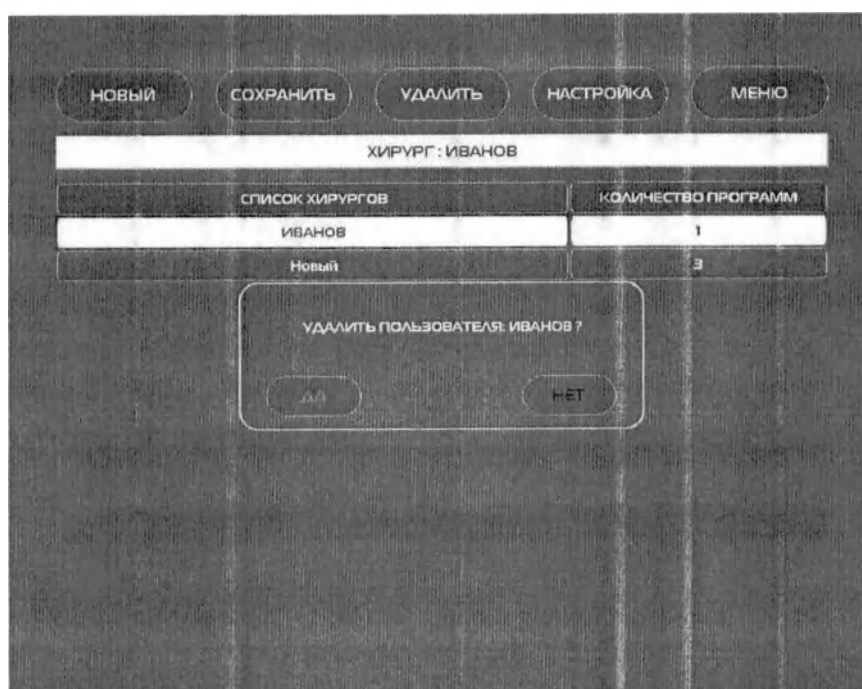

Рис. 14.44 – Панель «УДАЛИТЬ».
Панель «УДАЛИТЬ» (Рис. 14.44) предназначена для удаления персональных настроек конкретного пользователя.
- Нажать клавишу «УДАЛИТЬ», появится панель (рис. 14.44) с запросом об удалении имени персональных настроек пользователя.